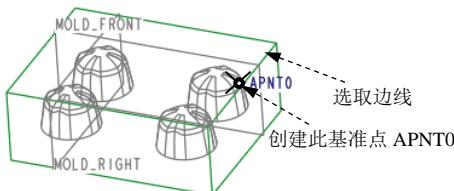
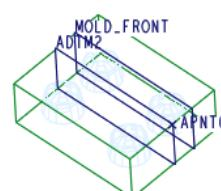

图 22.6 创建基准点 APNT0
图 22.7 创建基准平面 ADTM2
(1) 创建图 22.6 所示的基准点 APNT0。
- ① 单击 **模具** 功能选项卡 **基准** ▾ 区域中的 按钮。
- ② 在图 22.6 中选取坯料的边线。
- ③ 在“基准点”对话框中，先选择基准点的定位方式 **比率**，然后在左边的文本框中输入基准点的定位数值（比率系数）0.5。
- ④ 在“基准点”对话框中单击 **确定** 按钮。
(2) 穿过基准点 APNT0，创建图 22.7 所示的基准平面 ADTM2。操作过程如下。
- ① 单击 **模型** 功能选项卡 **基准** ▾ 区域中的“平面”按钮 .
- ② 选取基准点 APNT0。
- ③ 按住 Ctrl 键，选择 MOLD_FRONT 基准平面。
- ④ 在“基准平面”对话框中单击 **确定** 按钮。